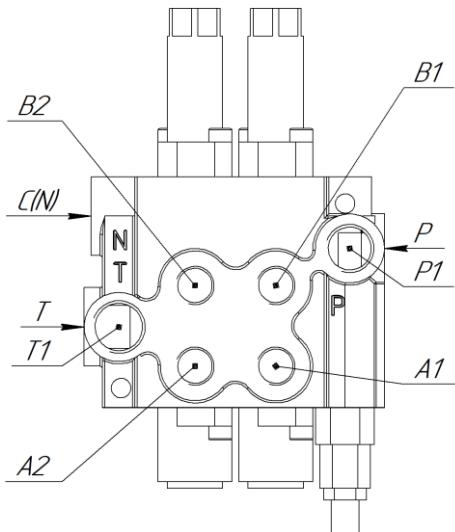

Рисунок 2.1
2.2.2.5 Установить заглушки BSP1/2" через медное (металлорезиновое) кольцо 1/2" в дублирующие порты Р1, Т1 на лицевой стороне гидрораспределителя (при наличии таких) (рис.2.1).